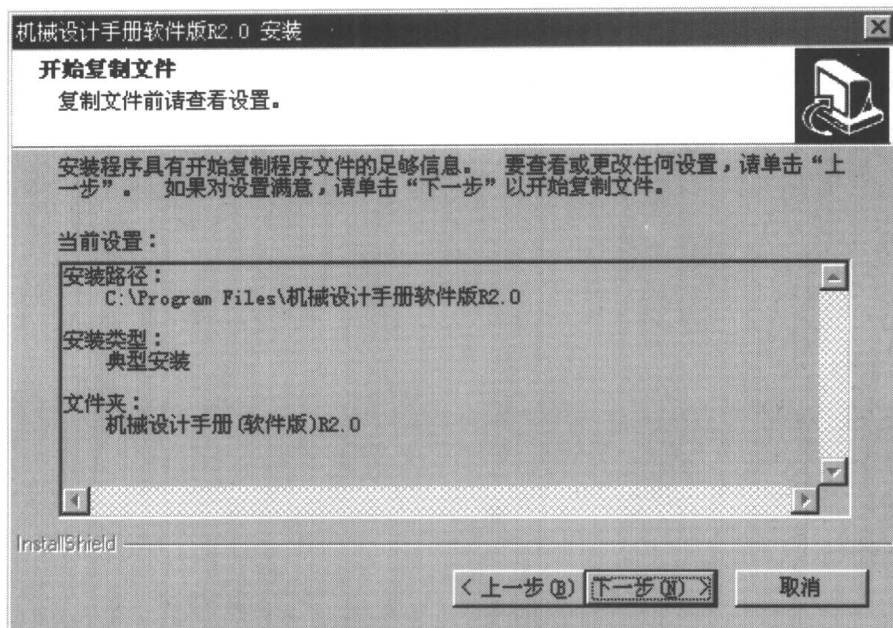
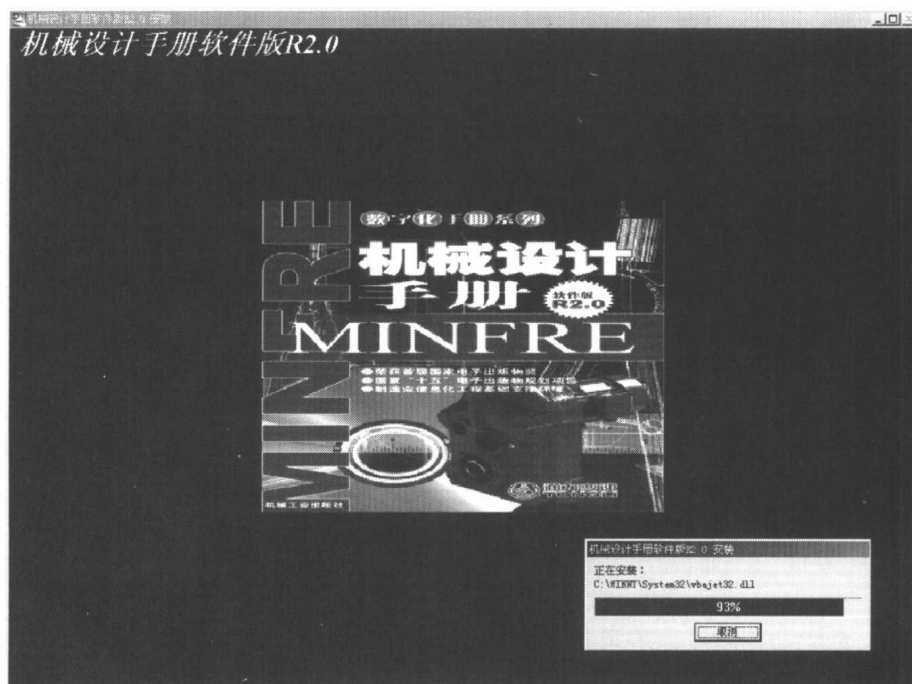

图 1.8 查看设置界面
图 1.9 显示安装进度
8) 单击“下一步”按钮，安装程序将把软件拷贝到硬盘上，时间的长短取决于用户选择的安装类型。在复制文件前请查看设置（图 1.8），在安装程序复制文件的过程中，使用进度条来显示安装进行的百分比，并提示安装复制的文件和目录（图 1.9），在安装过程中，随时可以单击“取消”按钮退出安装程序。